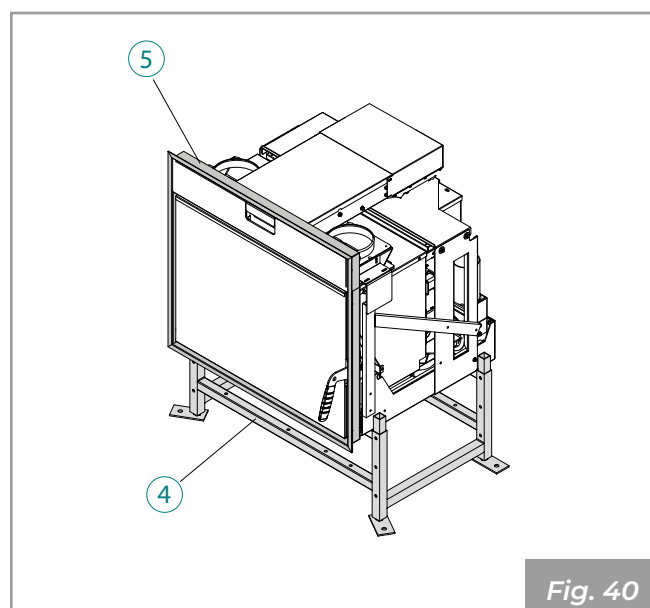

Fig. 40
- Kit piedistallo "4" e cornici di finitura per cartongesso "5" (Fig. 40).